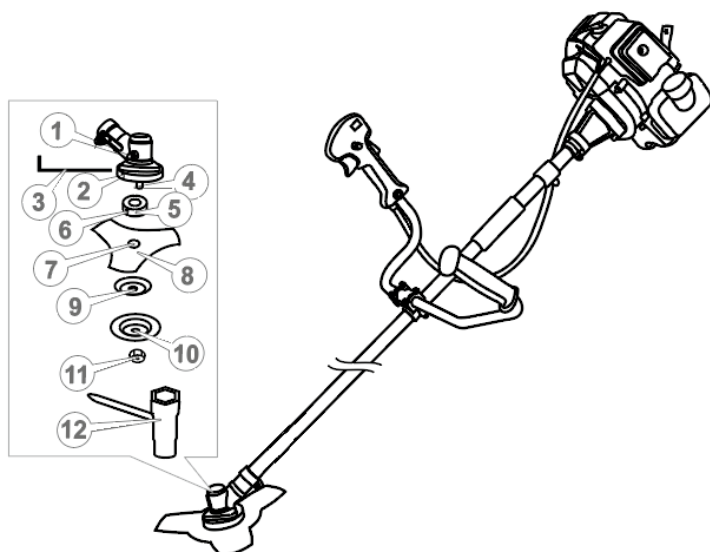
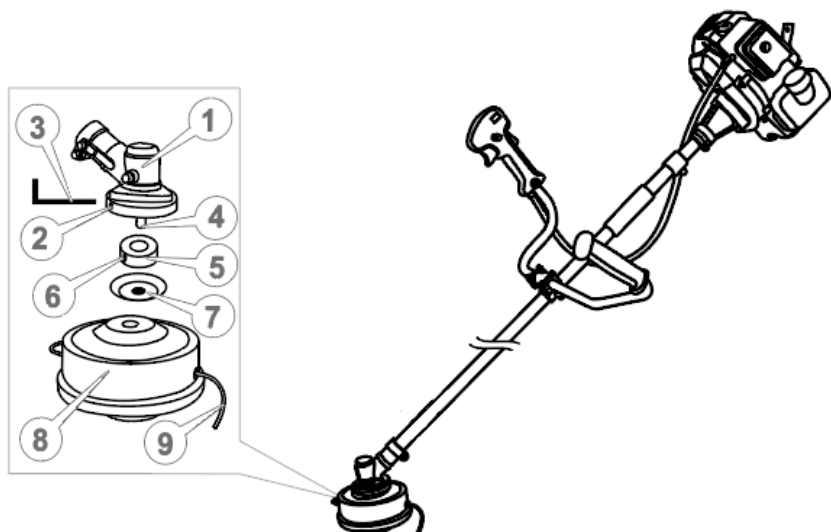

Рисунок 4. Схема встановлення різального ножа.
Рисунок 5. Схема встановлення різальної головки із жилкою.
- вставити шестигранний ключ (3, рис. 4) або викрутку в стопорний отвір (2, рис. 4) редуктора, фіксуючи таким чином вал від провертань;
- відкрутити за допомогою накидного ключа (12, рис. 4) верхню фіксуючу гайку лівої нарізки (11, рис. 4), зняти її, після чого зняти захисну кришку тарілчастої форми (10, рис. 4) та шайбу тарілчастої форми (9, рис. 4), залишаючи на шпинделі (4, рис. 4) приводну шайбу-перехідник (5, рис. 4);
- поверх приводної шайби вкласти різальний ніж (8, рис. 4) таким чином, щоб посадковий уступ приводної шайби (5, рис. 4) увійшов у посадковий отвір ножа (7, рис. 4);
- поверх ножа по чергову встановити на шпиндель редуктора шайбу тарілчасту (9, рис. 4), захисну кришку (10, рис. 4) і надійно закріпити гайкою лівої нарізки (11, рис. 4) за допомогою накидного ключа (12, рис. 4);
- витягнути ключ (3, рис. 4) із стопорного отвору (2, рис. 4) редуктора (1, рис. 4).
Фіксуюча гайка (11, рис. 4) має ліву нарізку.
- вставити шестигранний ключ (3, рис. 5) або викрутку в стопорний отвір (2, рис. 5) редуктора, фіксуючи таким способом вал від провертань;
- відкрутити за допомогою накидного ключа (12, рис. 4) верхню фіксуючу гайку ліві нарізки (11, рис. 4), зняти її, після чого зняти захисну
кришку (10, рис. 4), залишаючи на шпинделі (4, рис. 5) приводну шайбу (5, рис. 5) та шайбу тарілчастої форми (7, рис. 5);
- поверх шайби тарілчастої форми накрутити різальну головку із жилкою (8, 9, рис. 5);
- витягнути шестигранний ключ (3, рис. 5) або викрутку із стопорного отвору (2, рис. 5) редуктора (1, рис. 5).